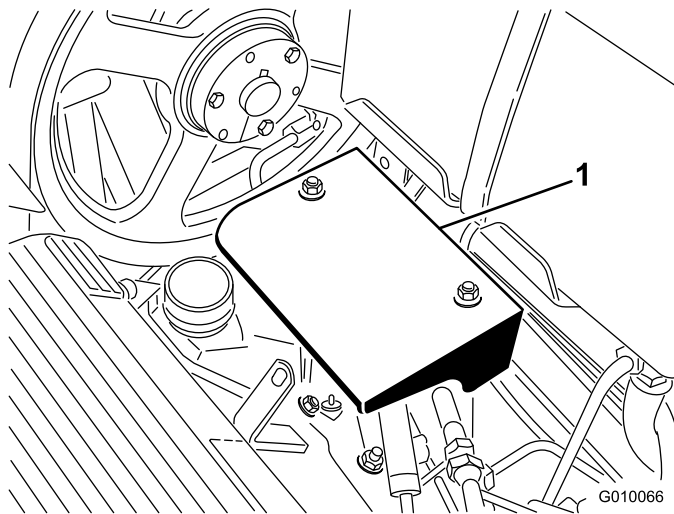

図 57
2. ポンプ・シールド取り付けナット 2 個を外してシールド外す(図 57)。
2. ポンプ・シールド取り付けナット 2 個を外してシールド外す (図 57)。